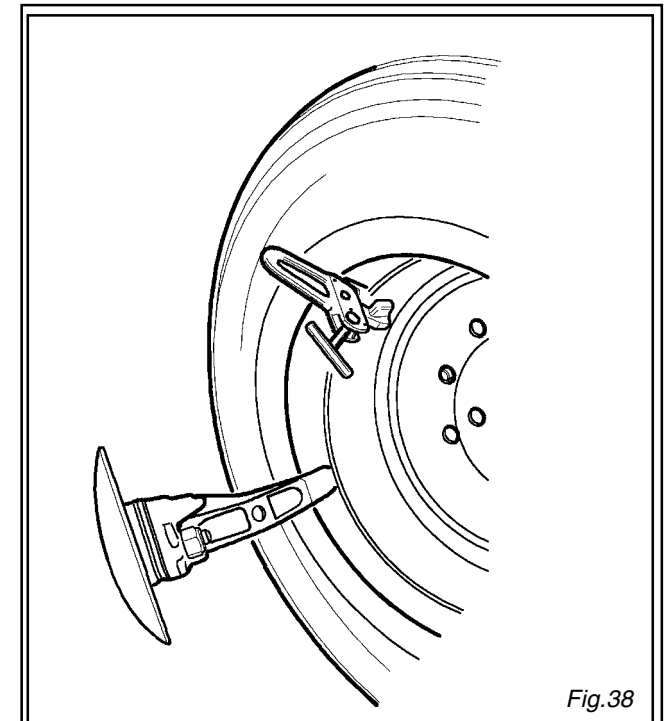

Fig.38
19) Das Rad wieder heben und die Zange circa 20 cm rechts vom Ventil an Außenseite zweites Wulstes wieder anbringen (vgl. Abb. 38).